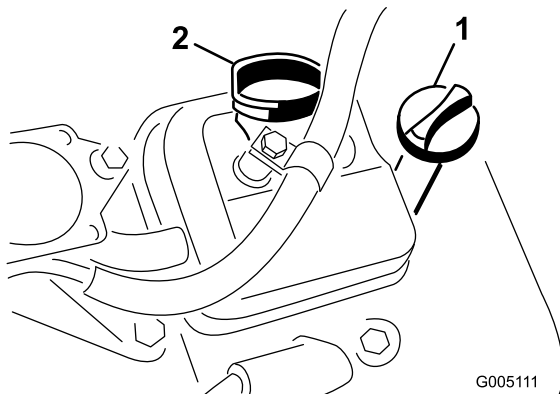

Bild 19
2. Nehmen Sie den Peilstab heraus und wischen Sie ihn mit einem sauberen Lappen ab. Stecken Sie den Peilstab in das Rohr und stellen Sie sicher, dass er vollständig eingeführt ist (Bild 19)